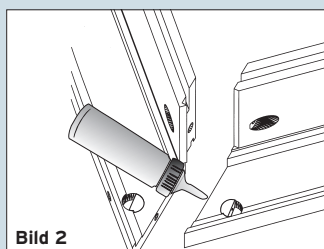

Bild 2
2. Gehrungsfläche bei der Falzverkleidung beleimen, beim Futterquerteil nur Leimpunkte im Fräsfalz (Bild 2).
① Vor dem Versetzen der Zarge muss der Leim, auf den Gehrungsflächen der Verkleidungen, ausgehärtet sein.